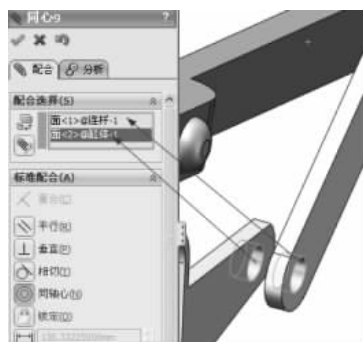

图 3-24 同轴心配合
(6) 添加同轴心配合,为连杆另一端通孔和缸体侧面上通孔之间添加同轴心配合,如图 3-24 所示。